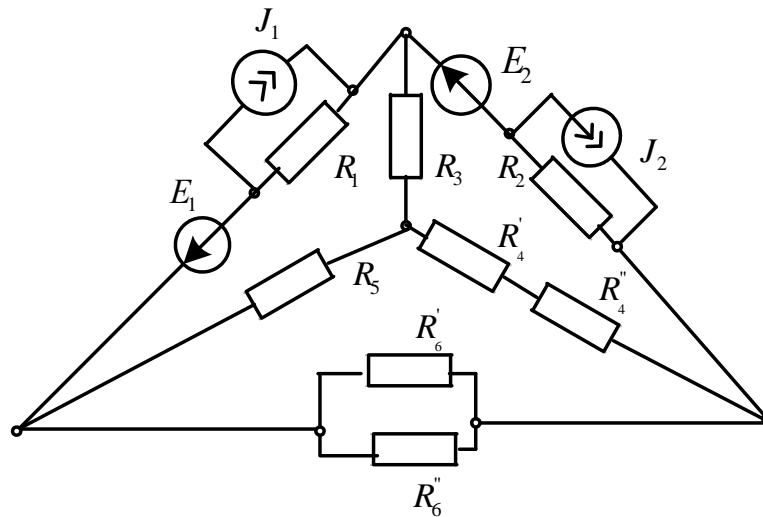

Рисунок 26
**Задача 26.** В электрической цепи (рис.26) рассчитать токи методом контурных токов. Сравнить полученные результаты с токами, найденными из уравнений Кирхгофа. Составить баланс мощностей. Заземлив одну из точек схемы рассчитать и построить потенциальную диаграмму контура, включающего обе ЭДС.